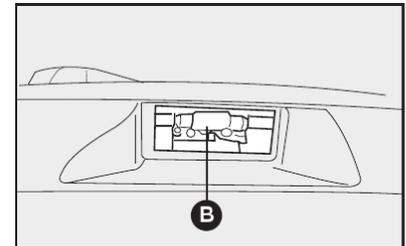

fig. 33
2) retirar a lâmpada **B-fig. 33** e substituí-la.